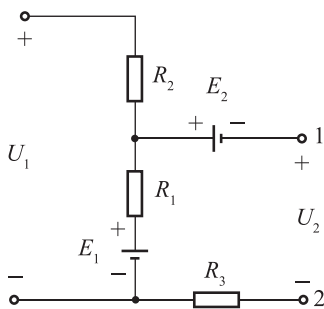

图 1-15 基尔霍夫电压图
(2) 在图 1-15 电路中，已知 $U_1=10\text{V}$ ， $E_1=4\text{V}$ ， $E_2=2\text{V}$ ， $R_1=4\Omega$ ， $R_2=2\Omega$ ， $R_3=5\Omega$ ，1、2 两点间处于开路状态，试计算开路电压 U_2 。